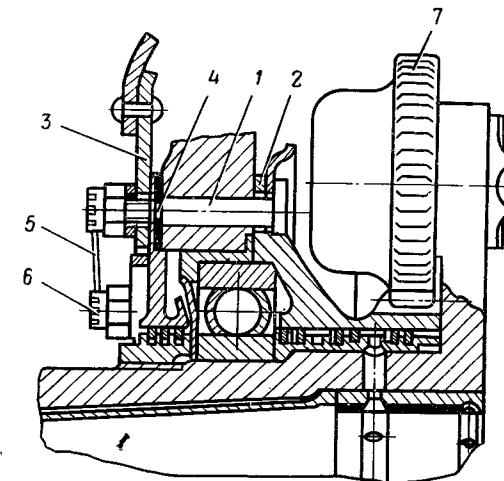

Рис. 10. Крепление жалюзи:
4. На передней стороне фланца редуктора мотора отвернуть гайки на выступающей части болтов крепления неподвижной шестерни редуктора (рис. 10); отворачивать гайки только на тех болтах, под которые предусмотрены отверстия на диске жалюзи.